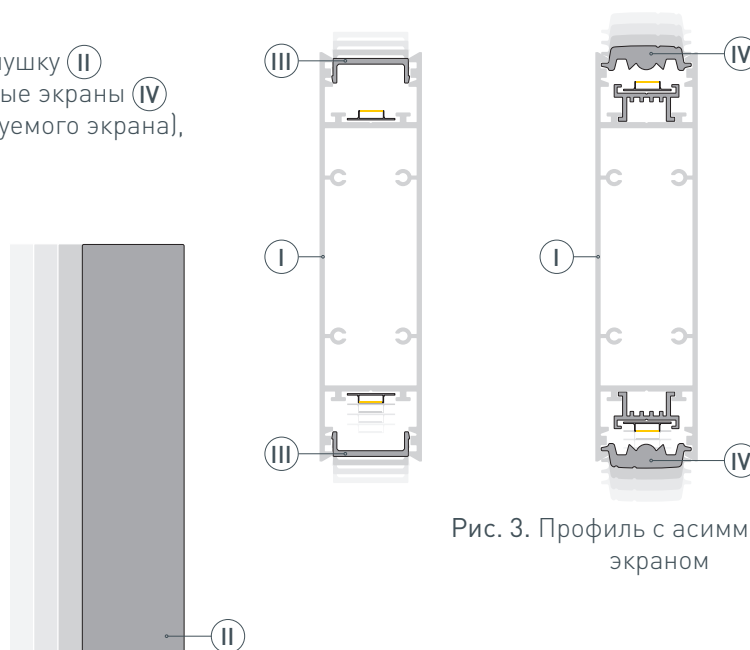

Рис. 3. Профиль с асимметричным экраном
- 3 / Установите на профиль I заглушку II и экраны III либо асимметричные экраны IV (в зависимости от типа используемого экрана), как показано на рис. 3.